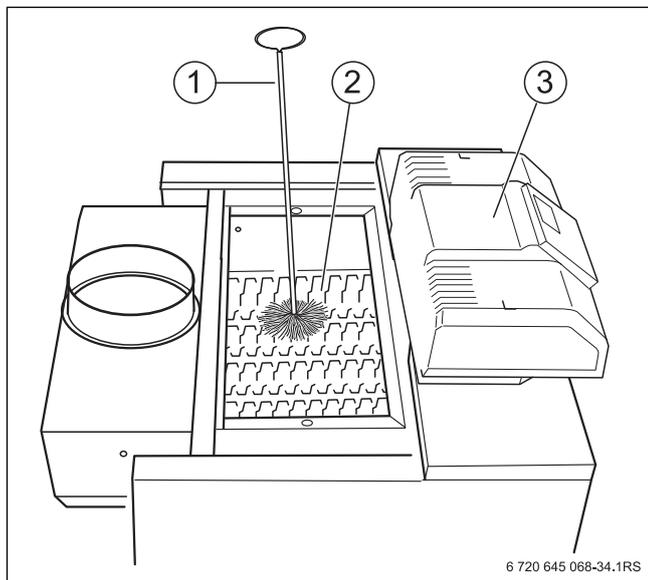

Рис. 49 Чистка газоотводящих каналов
- ▶ Снимите крышку люка для чистки с коллектора дымовых газов (→ рис. 49 [2], стр. 36).